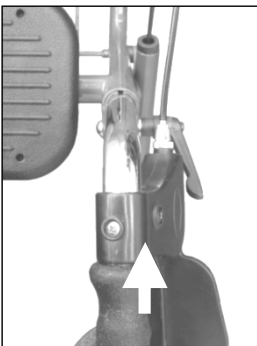
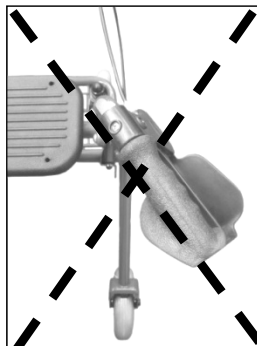

Abb. 5
Abb. 6
**Zu beachten:** Die Schiebegriffe müssen so eingestellt sein, dass der Pfeil oben auf dem Schiebegriff vor dem anatomischen Handgriff gerade in Gehrichtung zeigt (Abb. 5). Wenn die Schiebegriffe nicht gerade in Gehrichtung eingestellt sind (Abb. 6), besteht Kippgefahr.